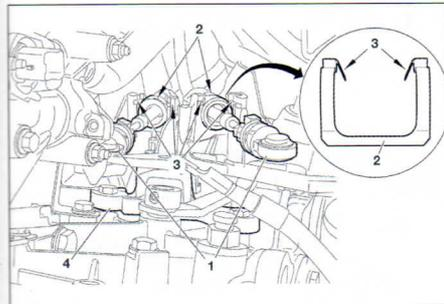
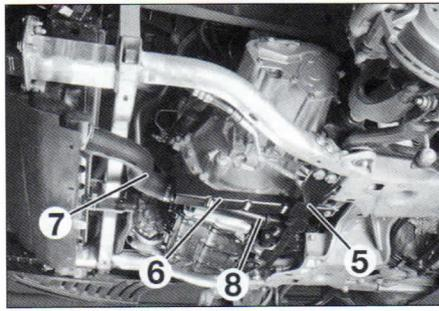
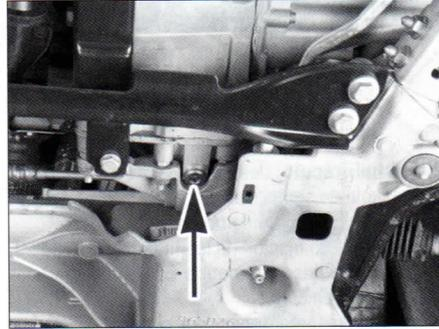

FIG. 1
FIG. 2
FIG. 3
- Separar los cables de selección y de paso de velocidades (1) (fig. 1), con una palanca apropiada (útil Peugeot 0216-G1), después de haber marcado su posición.
Nota: desengrapar los frenos de funda (2) de los cables hundiéndolos las grapas (3) con un destornillador plano y separar los frenos de funda tirando hacia arriba (fig. 1).
- Desmontar el soporte (4) de los cables de mando de las velocidades sobre la caja.
- la barra de refuerzo (5) de la cuna (fig. 2).
- el refuerzo (6) debajo de la caja de velocidades.
- Desconectar y desmontar los conductos de aire (7) debajo de la caja con la caja dosificadora (8).
- al vaciado de la caja (fig. 3).